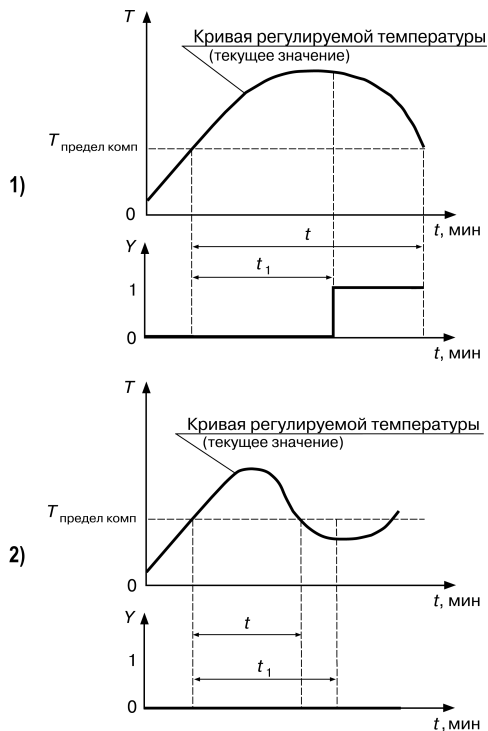

Рисунок 7.21 – Задержка срабатывания компаратора: 1) $t > t_1$, компаратор срабатывает 2) $t < t_1$, компаратор не срабатывает
- если время нахождения регулируемой величины $t > t_1$ (времени задержки срабатывания компаратора), то компаратор срабатывает, *рисунок 7.21, 1*);
- если время нахождения регулируемой величины $t < t_1$, то компаратор не срабатывает, *рисунок 7.21, 2*).